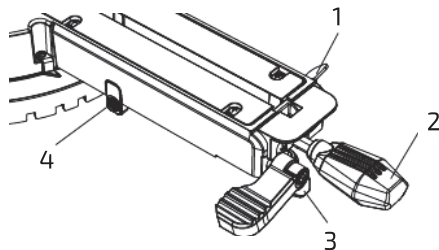

Рис. 37
- Разблокировать поворотный стол, подняв рычаг блокировки кулачка (1) вверх (рис. 37). Рукоятка поворота (2) не блокирует и не разблокирует стол.